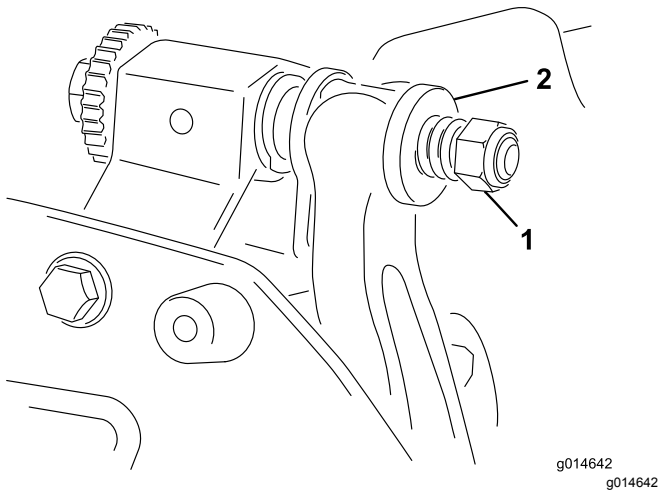

Bild 25
5. Ziehen Sie die Federspannungsmutter an, bis die Feder zusammengedrückt ist, drehen Sie sie dann eine 1/2 Umdrehung heraus (Bild 25).